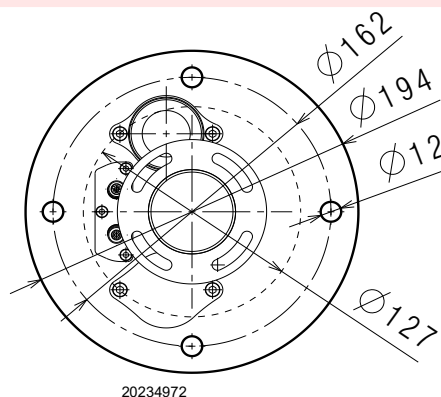

Fig. 5
** Versión con brida (Fig. 5 en la pág. 10)
Perforar la placa de cierre de la cámara de combustión como en la Fig. 5.